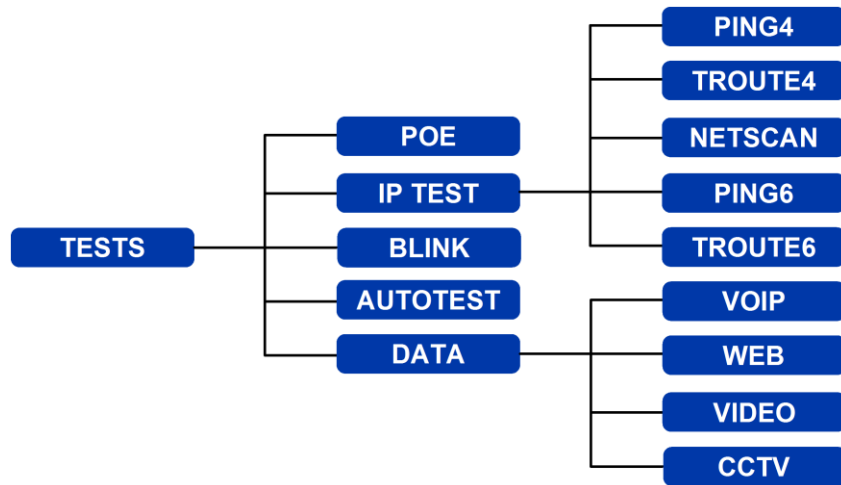

Abb. 17 Testmenüstruktur - Ethernet-Tests (3)
(3) Wird ein SignalTEK II Remote-Handgerät durch ein aktives Netzwerk gefunden, steht in der Informationsleiste „Ethernet“. Wird das Symbol TESTS ausgewählt, sind die in Abb. 17 gezeigten Ethernet-Tests verfügbar.